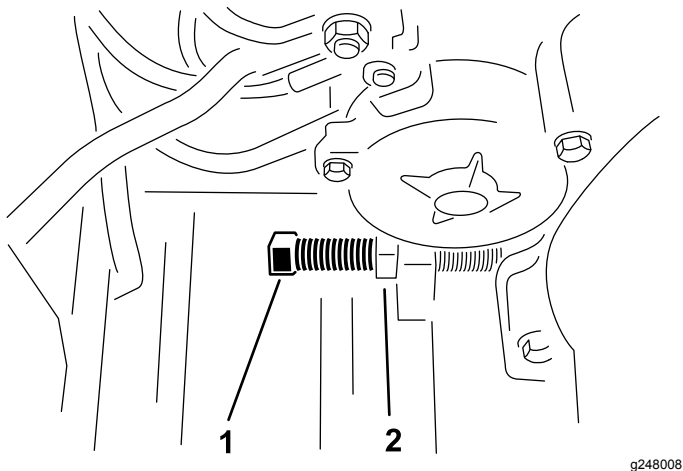

図 22
3. ジャムナットをゆるめ、調整ボルトで正しい距離にする 図 22。
5. エンジンがフレームと並行になるように調整する。エンジン取り付けボルトをさらに、最後まで締め付ける 図 22。